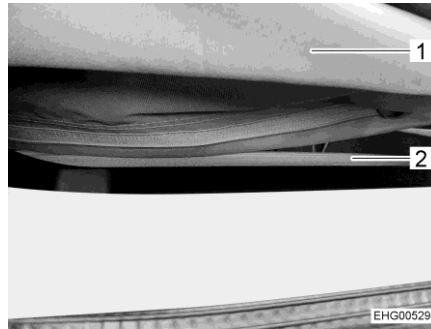

Bild 54 Reißverschluss
- Reißverschluss (Bild 54,2) an der Unterseite des Faltenbalgs (Bild 54,1) vollständig öffnen.